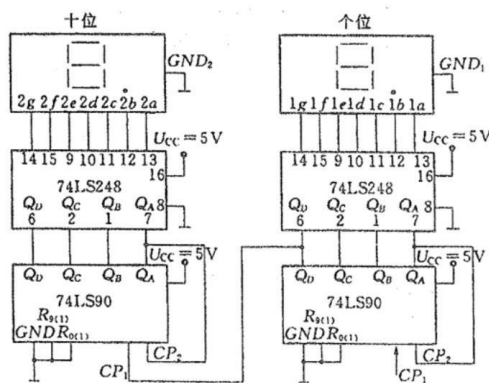

图 5.9 两位二-十进制计数、译码、显示
- (5) 按实验图 5.9 所示,把实验箱上的 Q1、Q2、Q3、Q4 和 74LS90 的 Q1、Q2、Q3、Q4 联接起来,输入 1Hz 脉冲,观察显示器显示结果。若把个位的 RBI 接地, BI/RB0 接个位的 RBI,重复上述过程,观察显示结果。